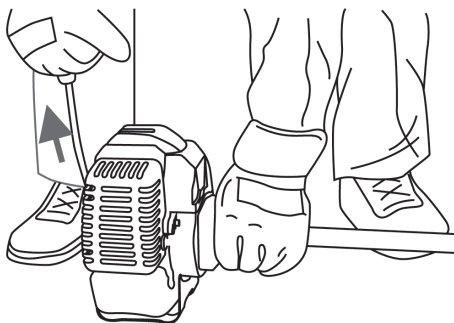

Рисунок 11. Схема розташування мотокоши під час запуску.
6. Утримувати мотокошу під час запуску двигуна, притиснувши її «штангу» до поверхні землі (рис. 11).